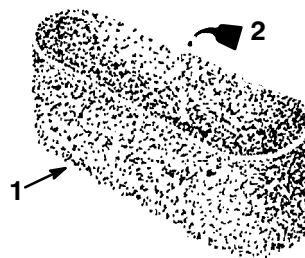

Figure 26
- Imbibez l'élément de 30 à 60 ml d'huile (Fig. 26). Pressez l'élément pour bien répartir l'huile.